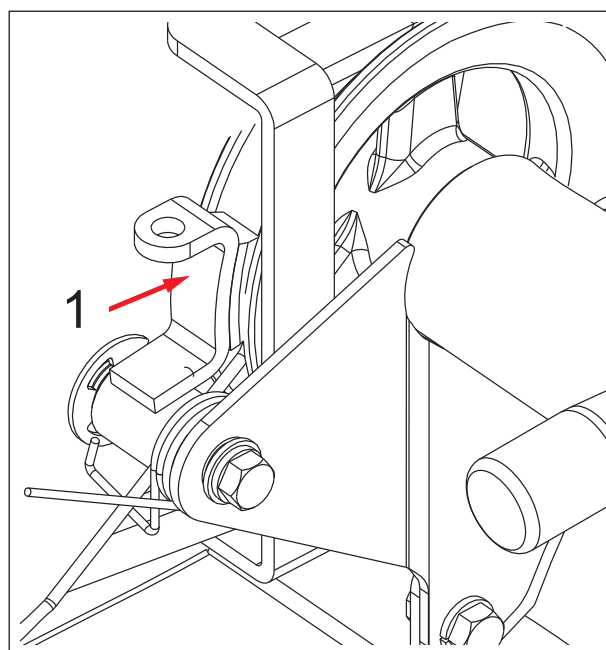

Bild 24
- Die Messerbremse (Abb. 1 Bild 24) stoppt das Schneidwerkzeug, wenn der Kupplungshebel für den Messerantrieb losgelassen wird. Die Messer müssen innerhalb von 7 Sekunden stoppen.